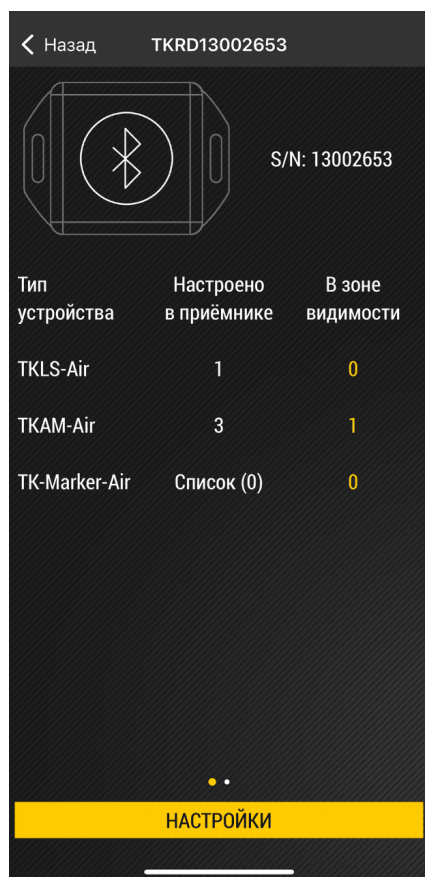
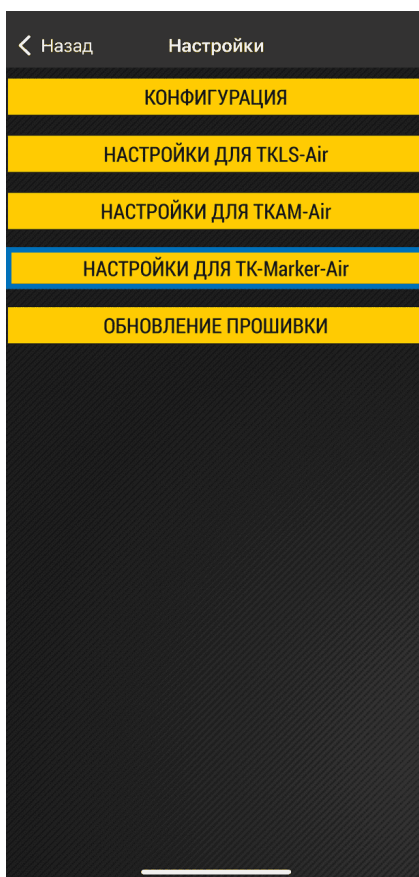
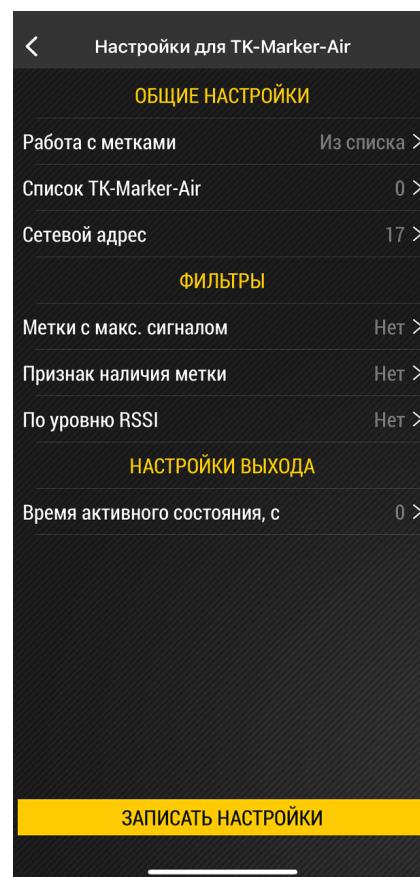

Рис.21. Рабочий экран
Рис.22. Выбор настроек для устройств
Рис.23. Настройка TK-Marker-Air
1. На рабочем экране устройства нажмите «**Настройки**» (Рис.21), далее «**Настройки для TK-Marker-Air**» (Рис.22). Откроется экран с настройками (Рис.23).
9. По окончании настроек нажмите кнопку «Записать настройки» (Рис.23).